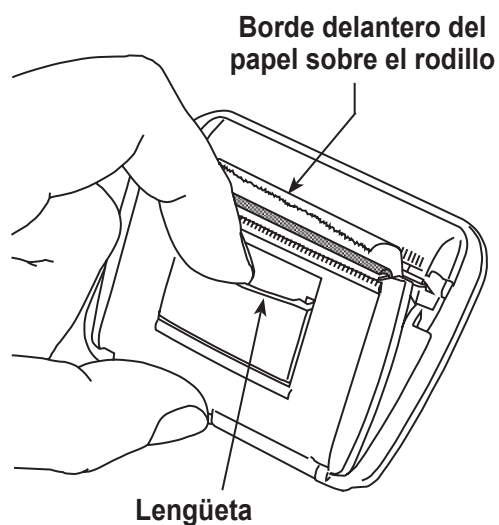

Figura 14
1. Para retirar la tapa de la impresora, tire de la lengüeta como se muestra en Figura 14.